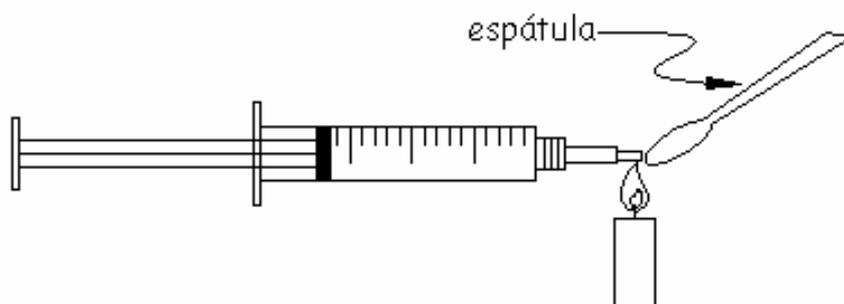

Figura 2
2. Calentando de nuevo la punta de la jeringa, y con la ayuda de una espátula de metal, cierra con el mismo plástico derretido el hueco que dejó la aguja (Figura 2). Espera a que se enfríe, y desenrosca la tapa. Esta será la TAPA DE LA JERINGA.